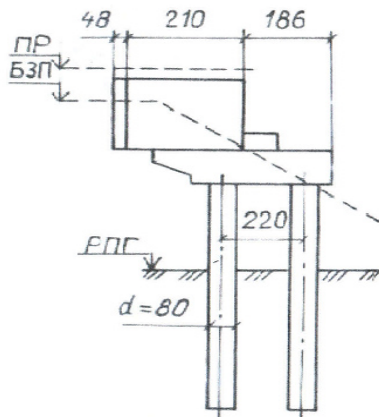

Рис. 3. Схема концевой столбчатой опоры
4. По исходным данным (рис. 3) вычертить схему концевой столбчатой опоры в произвольном масштабе. Указать конструктивные элементы концевой опоры.